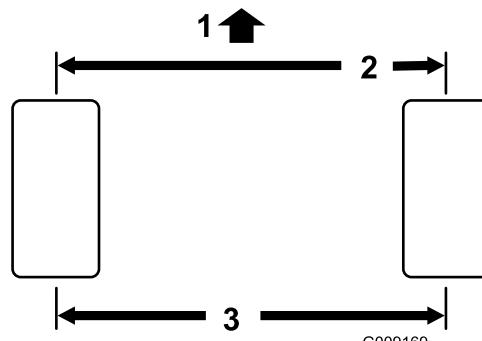

図 70
1. 後輪の前と後ろで、左右のタイヤの中央線間距離を測るアクスルの高さ位置で計測。前での測定値が、後ろでの測定値より 3mm 小さければ合格とする図 70。